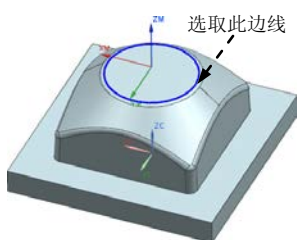

图 5.24 定义参照边线
Step3. 在图形区选取图 5.24 所示的边线, 单击  按钮, 系统返回到“径向切削驱动方法”对话框。